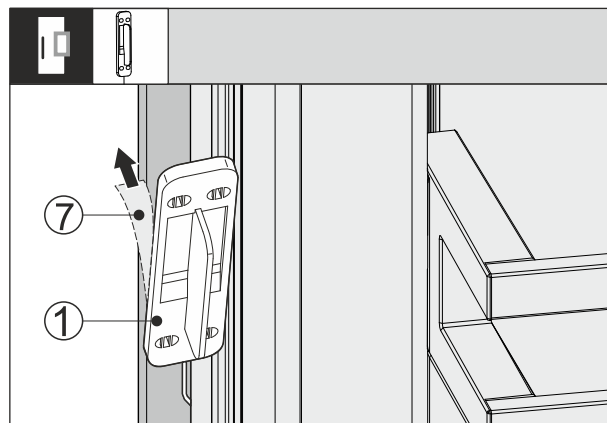

Fig. 64
- Hiqni fletën mbrojtëse Fig. 64 (7) në pjesën e pasme të sensorit të trokitjes Fig. 64 (1).